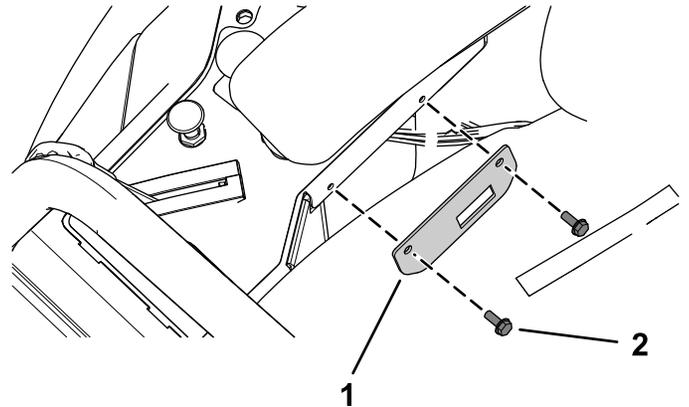

Figura 7
1. Montate la staffa dell'interruttore delle luci con 2 viti autofilettanti (n. 10 x 1/2") come illustrato in Figura 7.